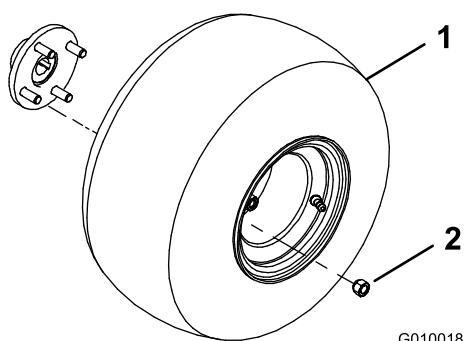

Figure 3
2. Montez une roue sur chaque moyeu de roue arrière (Figure 3).
3. Installez les écrous de roue (Figure 3) et serrez-les à un couple de 61 à 75 N·m (45 à 55 pi-lb).